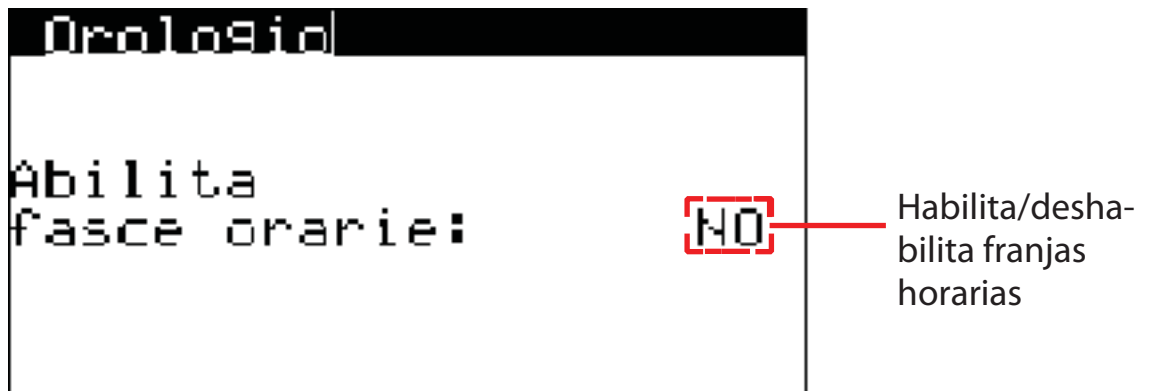

Fig. 9
2. pantalla de la habilitación de las franjas horarias (Fig. 9)
3. Desde la pantalla de las configuraciones de la habilitación de las franjas horarias (Fig. 9) apretar la tecla Enter   para habilitar las modificaciones